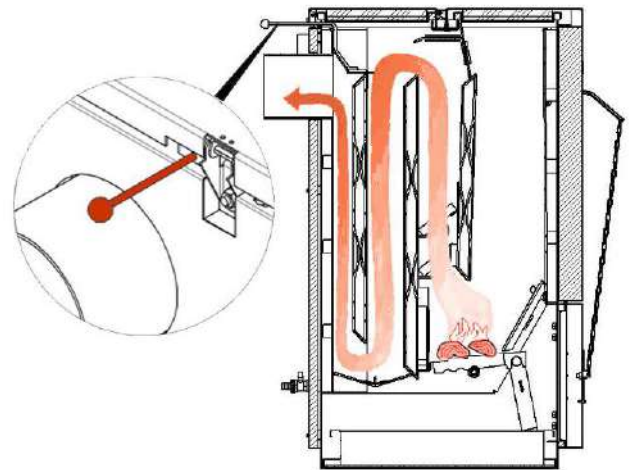

Рис. 17 Растопочная заслонка в рабочем положении
При нормальном режиме работы растопочная заслонка закрывает «короткий ход» и горячие дымовые газы нагревают дополнительный третий канал. Это позволяет лучше использовать их тепло (см. Рис.17).
- Закрывать растопочную заслонку (См. рис. 17)